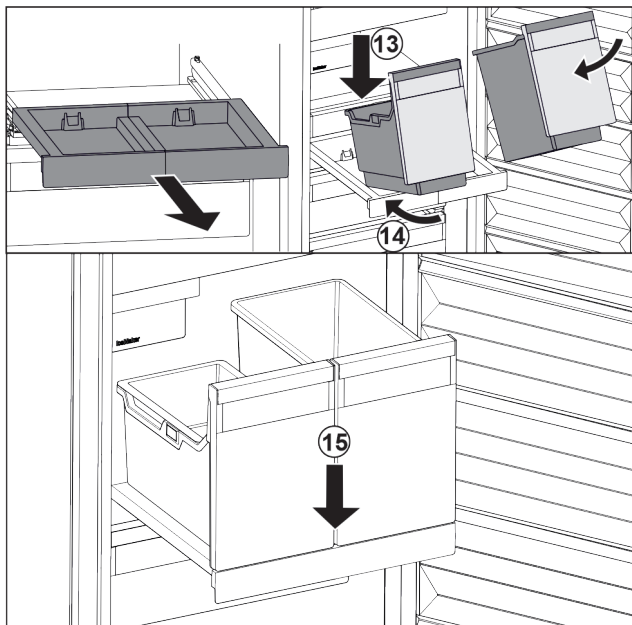

Fig. 144
- Nasadíte nádobu šikmo na vysouvací desku. Fig. 144 (13)
- Zasuňte nádobu šikmo dozadu. Fig. 144 (14)
- Usadíte vpředu nádobu. Fig. 144 (15)